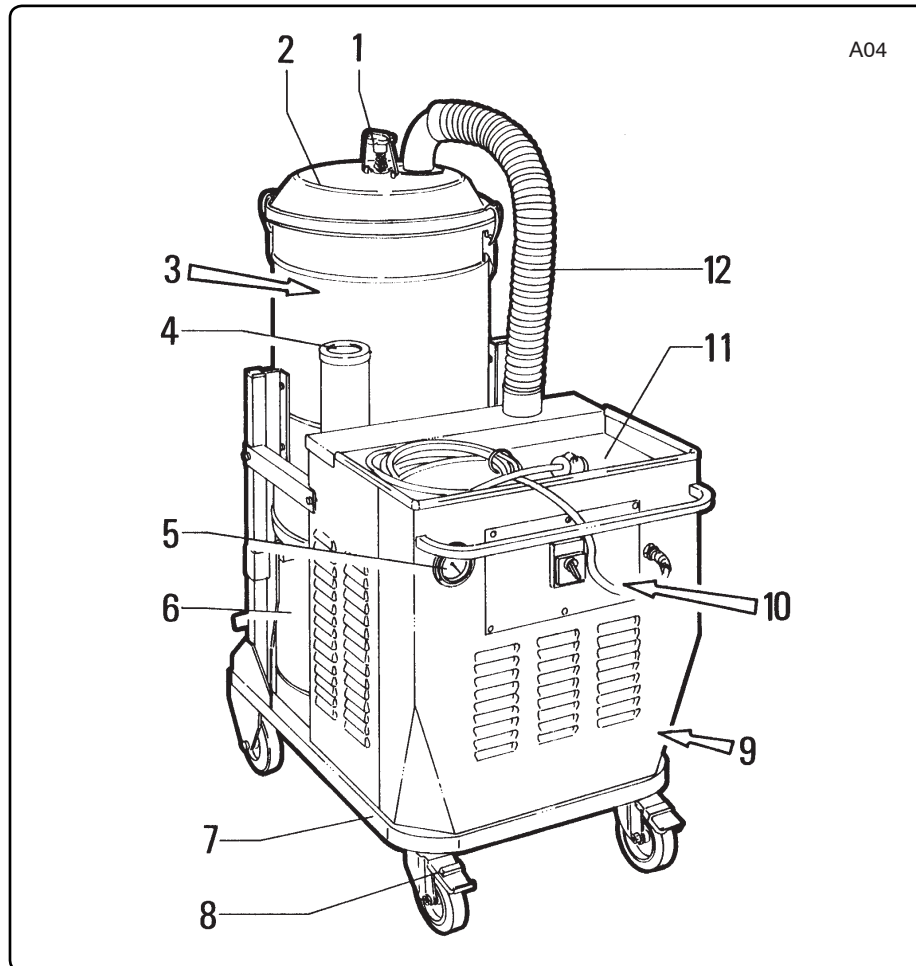

Fig. 1.2.1
(fig. 1.2.1)**
1.2 - Main parts (fig. 1.2.1)
1.2 - Parties principales (fig. 1.2.1)
1.2 - Hauptteile (Abb. 1.2.1)